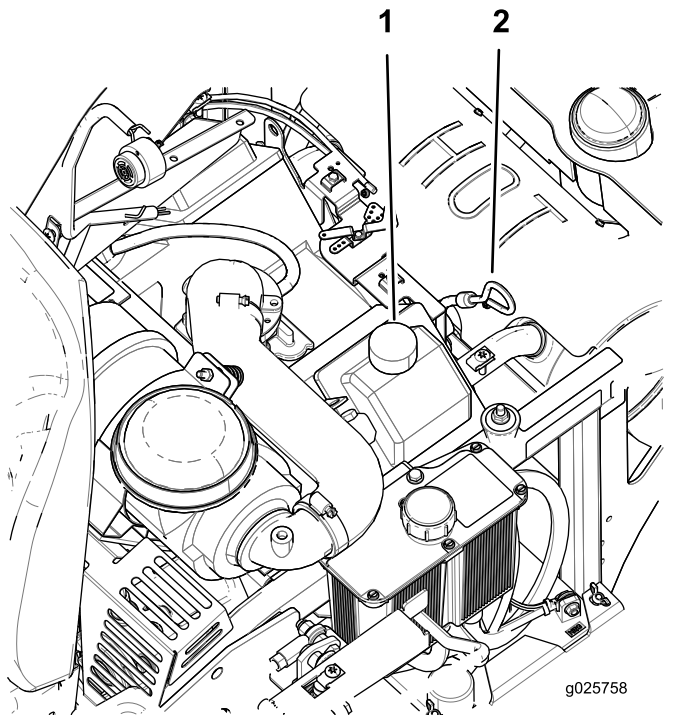

Bild 40
4. Reinigen Sie den Bereich um den Ölfüllstutzendeckel bzw. den Peilstab vor dem Abnehmen, damit kein Schmutz oder Schnittgut usw. in den Motor gelangt (Bild 40).
8. Wenn der Ölstand niedrig ist, wischen Sie den Bereich um den Ölfüllstutzendeckel ab, nehmen Sie den Deckel ab und füllen bis zur **Voll**-Markierung am Peilstab auf (Bild 40).
4. Gießen Sie langsam ungefähr 80 % der angegebenen Ölart in den Einfüllstutzen und füllen Sie dann vorsichtig mehr Öl ein, um den Ölstand an die **Voll**-Markierung am Peilstab zu bringen (Bild 40).
5. Lassen Sie den Motor an und fahren Sie auf eine ebene Fläche. Prüfen Sie den Ölstand (Bild 40).